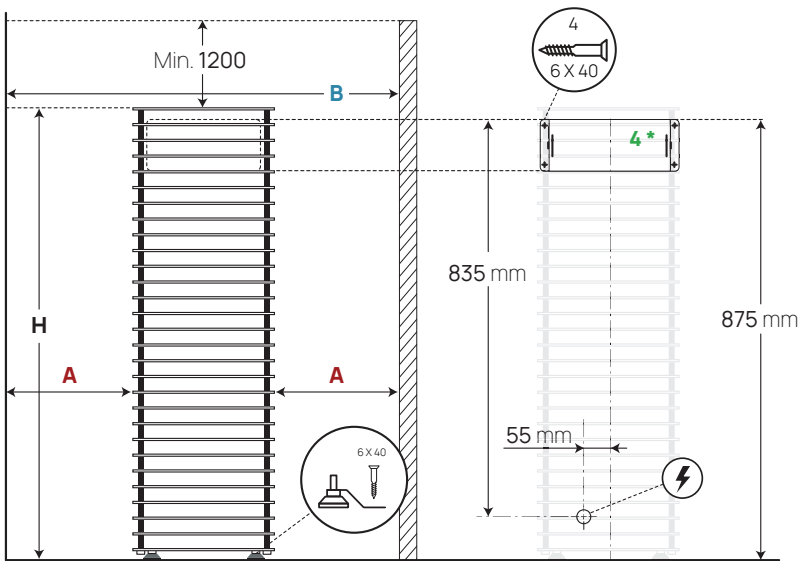

Abbildung 1. Einbau des Saunaofens
- Überprüfen Sie, ob an der Einbaustelle des Saunaofens die minimalen Sicherheitsabstände eingehalten worden sind? Die minimalen Sicherheitsabstände der Decke der Schwitzstube und der Wände finden sie in der **Tabelle 1** und in der **Abbildung 1**.
- **Die Modelle HUUM CLIFF 6, 9 und 11** werden mit den mitgelieferten Halterungen am Boden befestigt. Montieren Sie die Halterung wie in der Abbildung 1 gezeigt am Fuß des Saunaofens und befestigen Sie sie es mit einer für Ihren Fußboden entsprechenden Schraube (zu empfehlen mindestens 6 x 40 mm).
- **Der HUUM CLIFF Mini 4** Saunaofen ist an die Wand des Saunaraumes mit Hilfe der in der Verpackung mitgelieferten Wandmontageplatte befestigt. Siehe **Abbildung 1**.